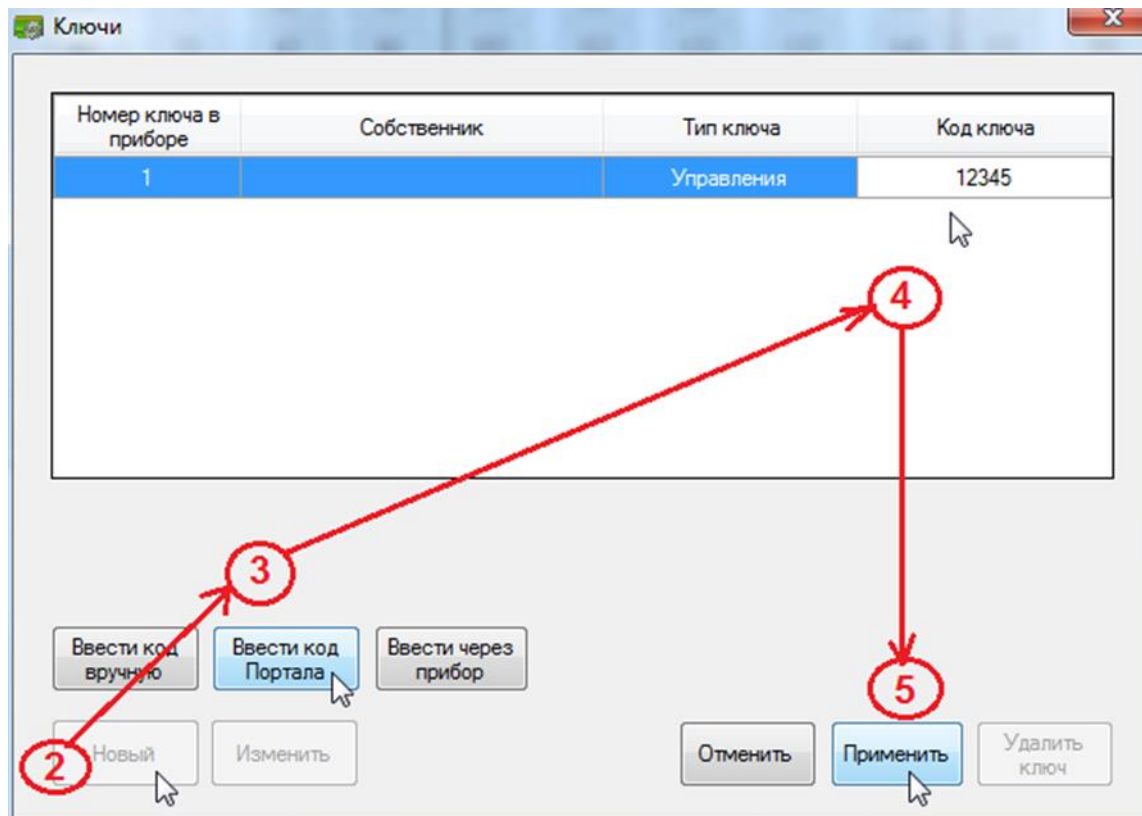

Рис. 23. Диалоговое окно процедуры добавления кодов «Портала»
2) в появившемся диалоговом окне «Ключи» нажмите кнопку «Новый» (Рис. 23, шаг 2) и затем кнопку «Ввести код Портала» (Рис. 23, шаг 3);
- 3) в поле «Код ключа» введите цифровой пароль, который будет вводиться на клавиатуре «Портал» (Рис. 23, шаг 4);
- 4) нажмите кнопку «Применить» (рис. 23, шаг 5);